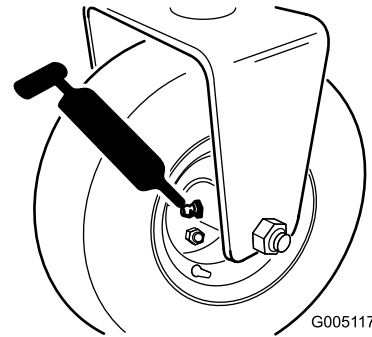

Figura 36
- El conjunto del buje del rodillo trasero, o si está equipado con un kit de tracción a 3 ruedas, los embragues de rodillos de la rueda trasera y el cojinete de bolas externo (1) (Figura 36).